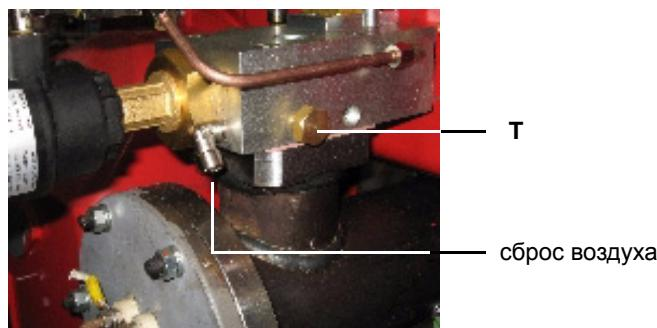

Рис. 35
- 3 выпустить воздух через заглушку (T) (Рис. 35), медленно откручивая указанную заглушку T, но не снимая ее; по завершении - вновь ее закрутить